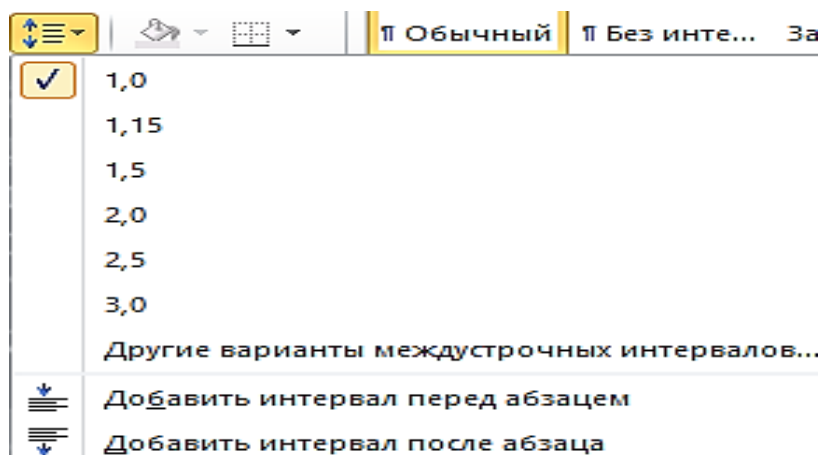

Рис. 53. Установка междустрочного интервала
2. Щелкнуть по кнопке **Междустрочный интервал** группы **Абзац** вкладки **Главная** (рис. 53) и в появившемся меню выбрать требуемый *интервал*. Функция динамического просмотра при выборе *интервала* не работает.